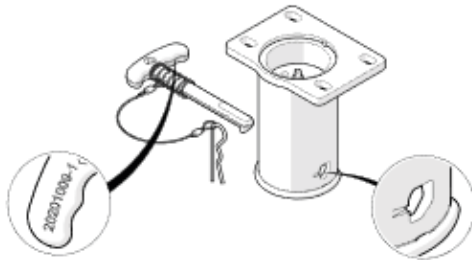

Figure 1
1. Den Griff von der Bordwand wegziehen (Abbildung 1 und 2).
Um falsche Handgriffe zu vermeiden, sind die beiden Bolzen unterschiedlich ausgelegt und werden an ihren Enden mit einer Klammer gesichert. Die Bolzen sind auf dem Griff durch eine Nummer identifiziert. An der Öffnung des zugehörigen Kipplagers befinden sich eine oder zwei Einkerbungen (die Anzahl entspricht der letzten Ziffer auf dem Bolzengriff, siehe Abbildung 1 und 2).
1. Den Bolzen mit der Sicherungsklammer nach unten zeigend vor die Einschuböffnung des zugehörigen Kipplagers halten (Abbildung 1 und 2).
Gebrauch der Zweiflügel-Heckklappe: Sicherstellen, dass die links und rechts am Rahmen der Heckklappe angebrachten Verriegelungshaken (Abbildung 1) geschlossen sind. Den Griff der Klappe öffnen und anschließend drehen, um die beiden Flügel zu öffnen. Jeden Flügel am Haken der Bordwand mit dem Ring befestigen.